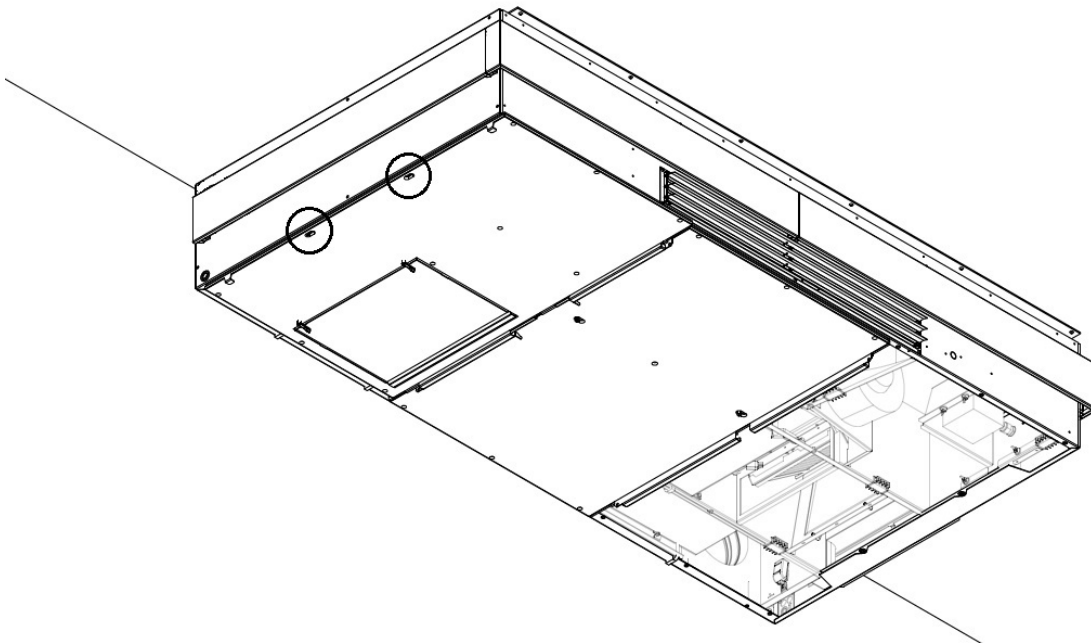
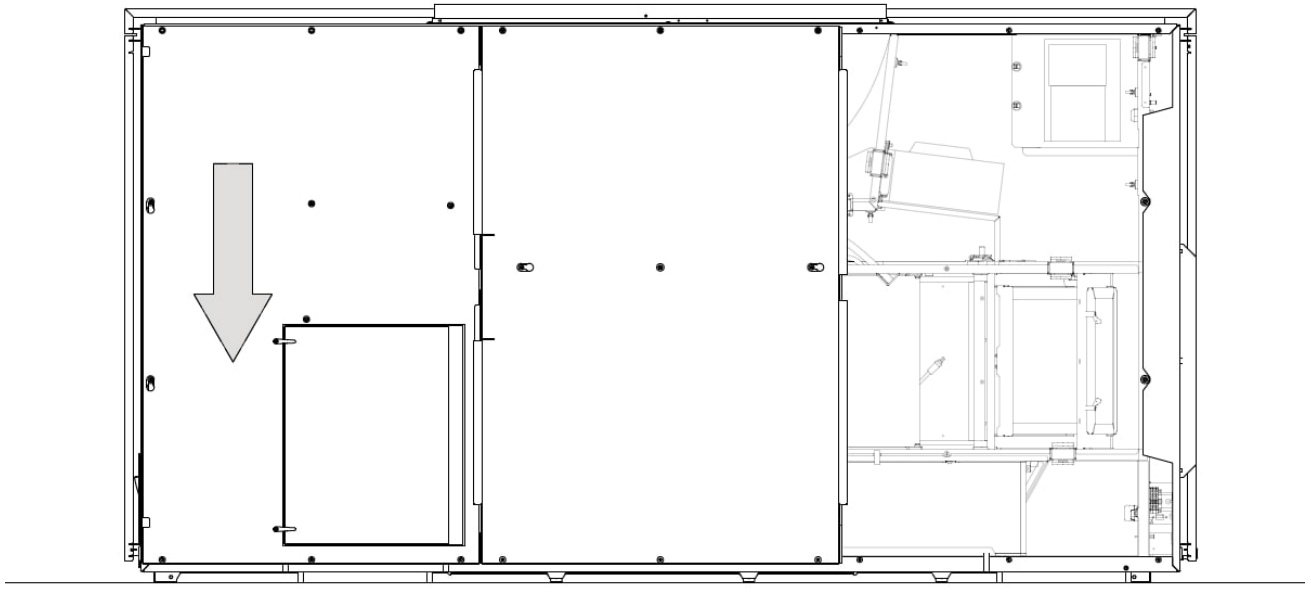

Figur 38: Lyft upp den vänstra sidoplåten på gångjärnen
Figur 39: Filterluckans gångjärn måste vara stängda
6. Lyft upp den vänstra sidoplåten på den mellersta stålplåtens gångjärn, se Figur 38 nedan. Se till att filterluckans gångjärn är stängda innan du lyfter stålplåten, se Figur 39.